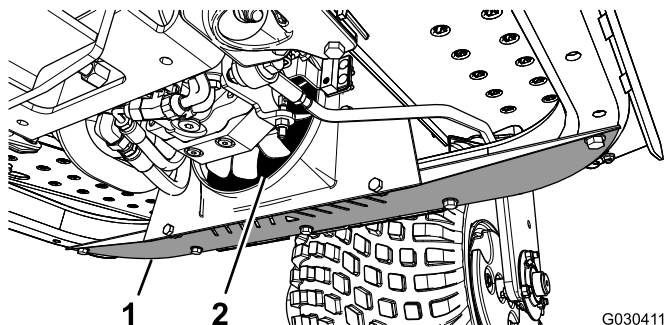

Figura 49
1. Remova o resguardo inferior (Figura 49).
2. Utilizando uma vareta, sobre ar comprimido entre as pás da ventoinha (Figura 49) para forçar o material a sair pela direção em que entrou.